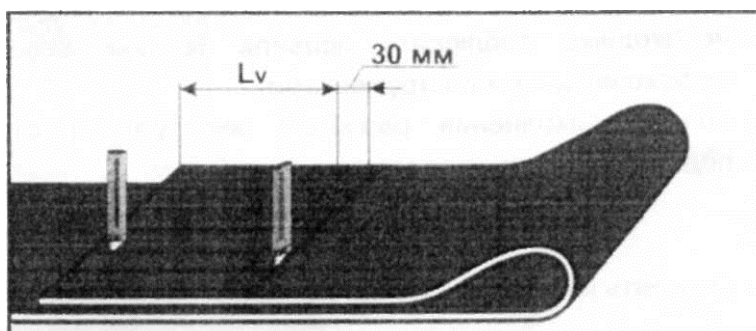

Рисунок 16 – Разделка ленты
- ▶ Прорезать обкладку на расстоянии 30 мм от крайней ступени и полосками около 50 мм параллельно краям ленты (Рисунок 16).